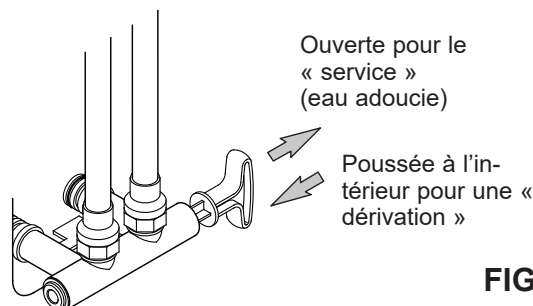
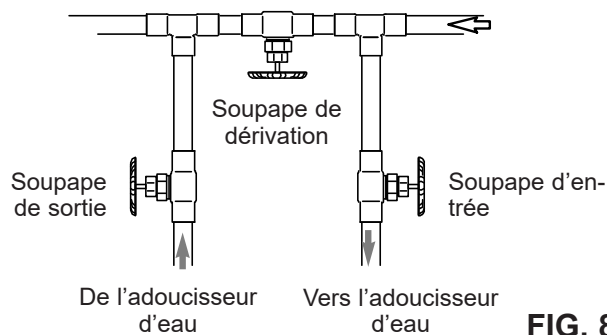

FIG. 7
FIG. 8
Installez une soupape de dérivation simple (incluse), de la manière illustrée à la figure 7, ou, si telle est votre préférence, le système de dérivation à trois robinets (pièces non incluses) en vous reportant à la figure 8. Les robinets de dérivation vous permettent de couper l'eau alimentant l'adoucisseur, au besoin, pour effectuer des travaux d'entretien tout en continuant d'avoir de l'eau dans les tuyaux.
**ATTENTION :** Le tuyau d'eau froide (en métal) d'une maison est souvent utilisé pour assurer la mise à la terre du circuit électrique de l'habitation. Le mode d'installation de la soupape de dérivation triple illustré à la Figure 8 maintiendra la continuité de la mise à la terre. Si vous utilisez des soupapes de dérivation en plastique sur l'appareil, la continuité sera rompue. Pour rétablir la mise à la terre, procédez comme suit :
3. Placez la ou les soupapes de dérivation en position « dérivation » (voir les figures 7 et 8). Sur une soupape simple, glissez la manette vers l'intérieur pour la dérivation. Pour une soupape de dérivation triple, fermez les robinets d'entrée et de sortie et ouvrez la soupape de dérivation.